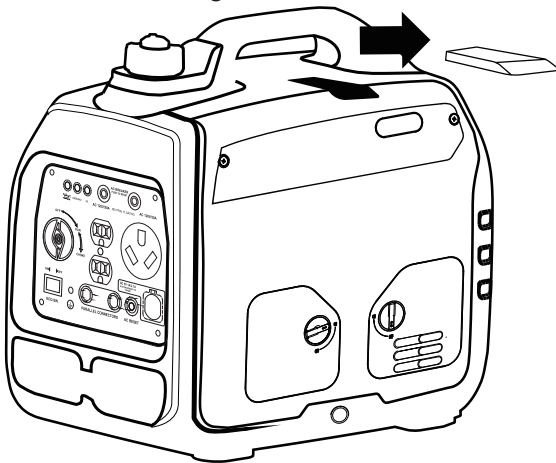

Figura 18: Deslice la cubierta de bujía afuera
3. Deslice la cubierta de acceso a bujía fuera de la carcasa (vea la Figura 18).